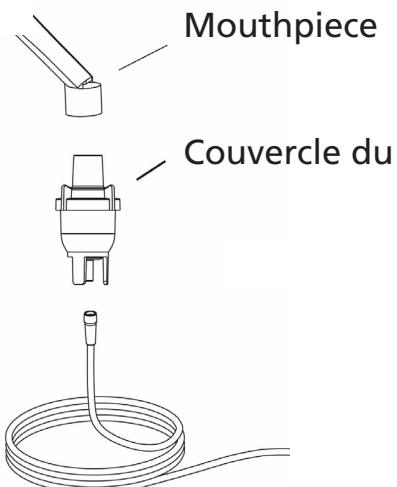

Figure 5
8. Si l'on utilise un embout veuillez l'installer étroitement dans le couvercle du nébuliseur. Le couvercle a été conçu pour être installé étroitement (Figure 5).